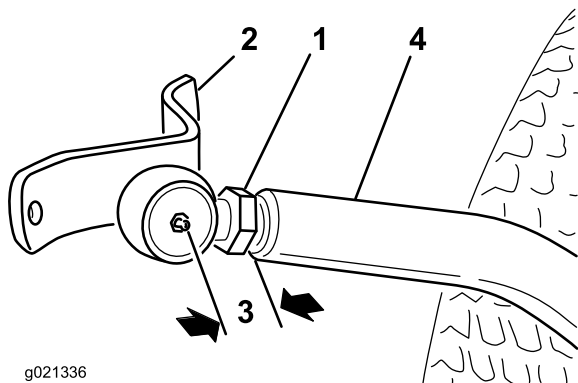

図 5
1. 右側ボールジョイントの根本までジャムナットを入れる 図5。